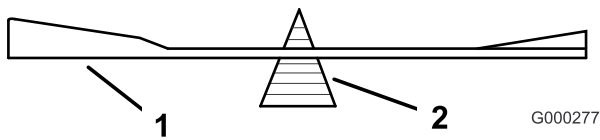

Figura 80
2. Controllate l'equilibrio della lama posizionandola su un bilanciatore (Figura 80). Se la lama rimane in posizione orizzontale, è bilanciata e può essere utilizzata. Se la lama non è bilanciata, limate del metallo soltanto dalla costa (Figura 78). Ripetete la procedura finché la lama non è perfettamente bilanciata.